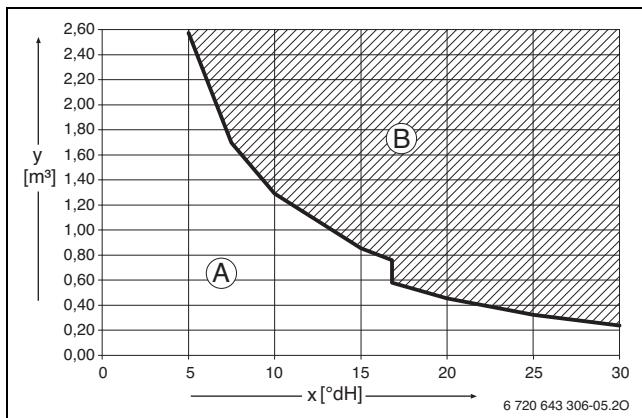

Рис. 11 Требования к воде для заполнения и подпитки, котлы < 50 кВт
- Заполняйте систему только чистой водопроводной водой (учтывайте диаграмму на рис. 11).
Диаграмма на рис. 11 предназначена для проверки допустимого количества воды для заполнения в зависимости от ее качества.
- Если фактически необходимое количество воды для заполнения системы больше, чем количество воды за срок службы (→ рис. 11), то требуется водоподготовка. При этом применяйте разрешённые фирмой Buderus химикаты, средства для водоподготовки и др.